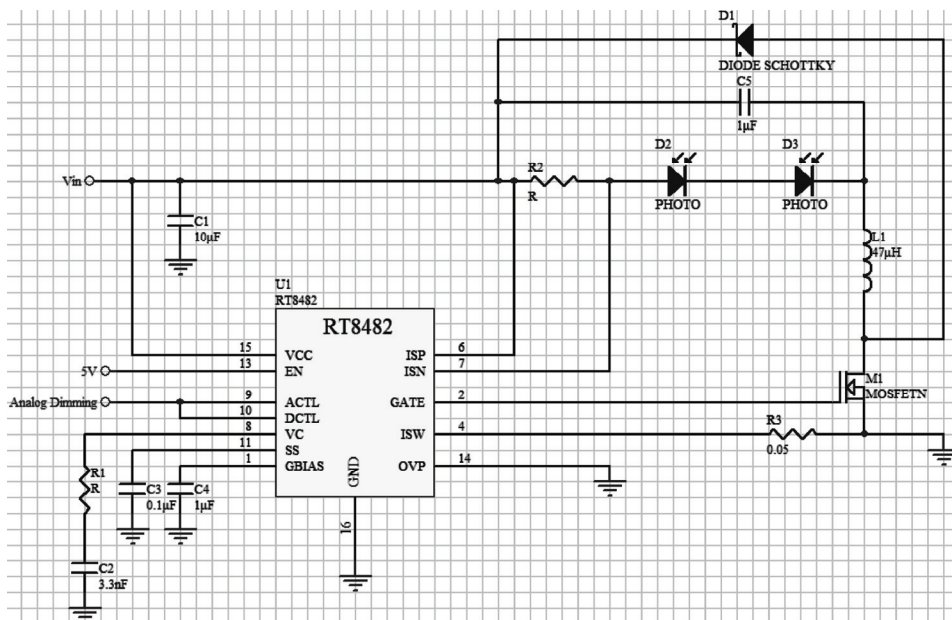

图 4-124 完成电源符号和接地符号放置的原理图
1) 电源符号和接地符号是一个电路中必不可少的部分。执行“Place”→“Power Port”菜单命令，或单击工具栏中的  按钮，放置接地符号和电源符号，移动光标到目标位置并单击鼠标左键，就可以将接地符号或电源符号放置在原理图中。放置完成电源符号和接地符号的原理图如图 4-124 所示。